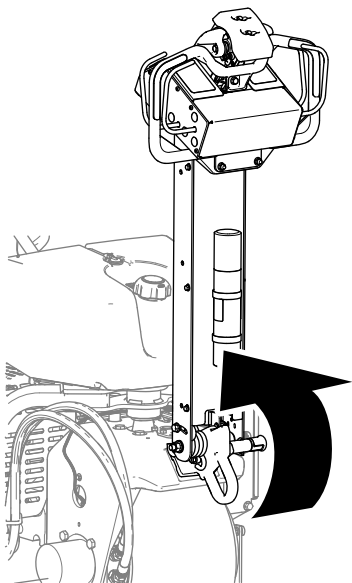

Figure 65
1. Relever complètement le timon pour serrer le frein de stationnement (Figure 65).